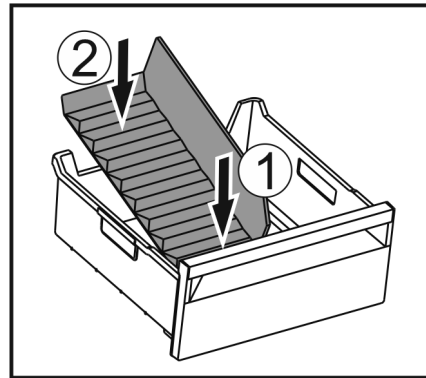

Fig. 232
- ▶ Vorderen Teil des Eisfach-Trenners einsetzen. Fig. 232 (1)
- ▶ Hinteren Teil des Eisfach-Trenners bis zum Schubfachboden absenken. Fig. 232 (2)